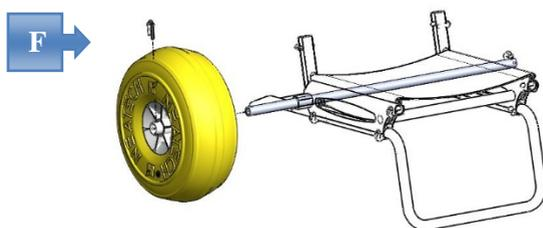

Figura 19
Para a substituição do conjunto de roda (direita ou esquerda), remover o clipe (F) de Figura 19 e retirar a roda. Inserir a nova roda no eixo do quadro usando o furo de alojamento apropriado no cubo, previamente alinhado com o orifício presente no eixo do quadro, e inserir completamente o clipe de fixação (F). Assegurar-se de que o clipe fica firmemente preso ao cubo da roda.